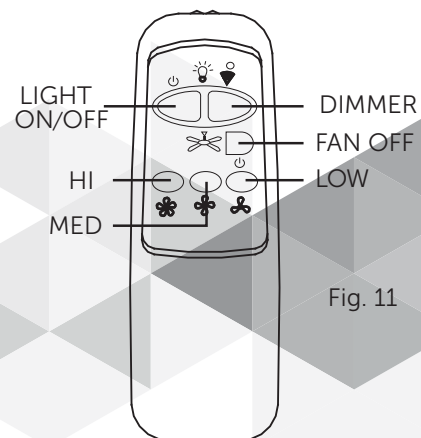

Fig. 11
11. Turn fan on/off and select fan speed (Fig. 11).